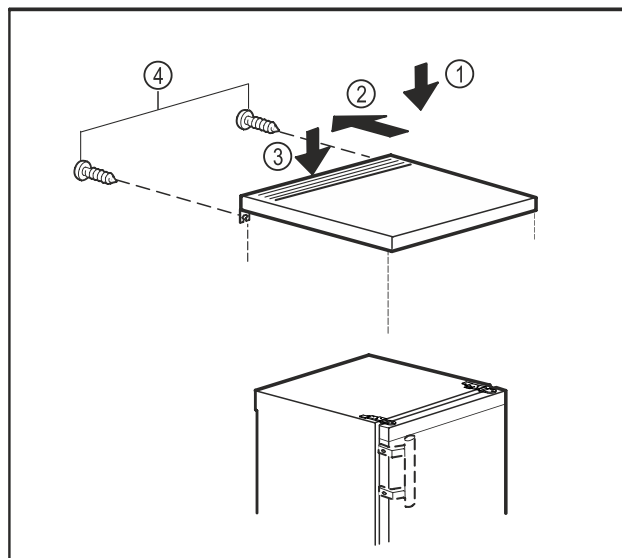

Fig. 11
► Plaats het tafelblad op het apparaat. Fig. 11 (1)
► Duw het tafelblad naar achteren. Fig. 11 (2)
► Druk het tafelblad aan de achterkant naar beneden. Fig. 11 (3)
► Draai de schroeven aan de achterkant vast. Fig. 11 (4)